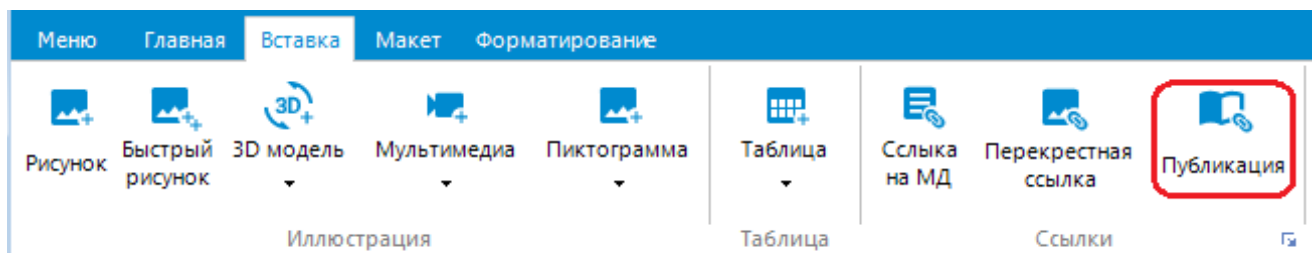

Рисунок 264
2) На инструментальной панели **Вставка** нажмите на кнопку **Публикация**  (рисунок 264).